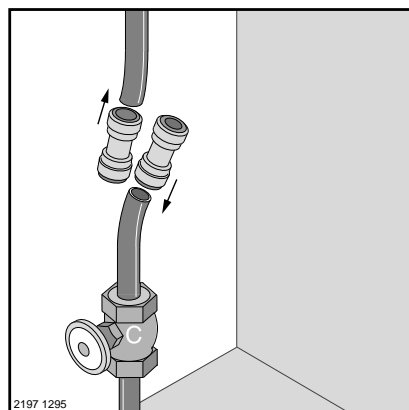

Figura 2
Paso 2. Coloque una conexión en cada extremo de la línea de cobre (Figura 2).